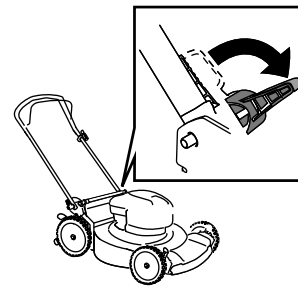

Figura 15
3. Abra las palancas de bloqueo del manillar (Figura 15).